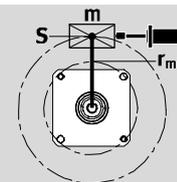

Fig. 6
- Убедитесь в том, что соблюдаются следующие условия (Fig. 6):